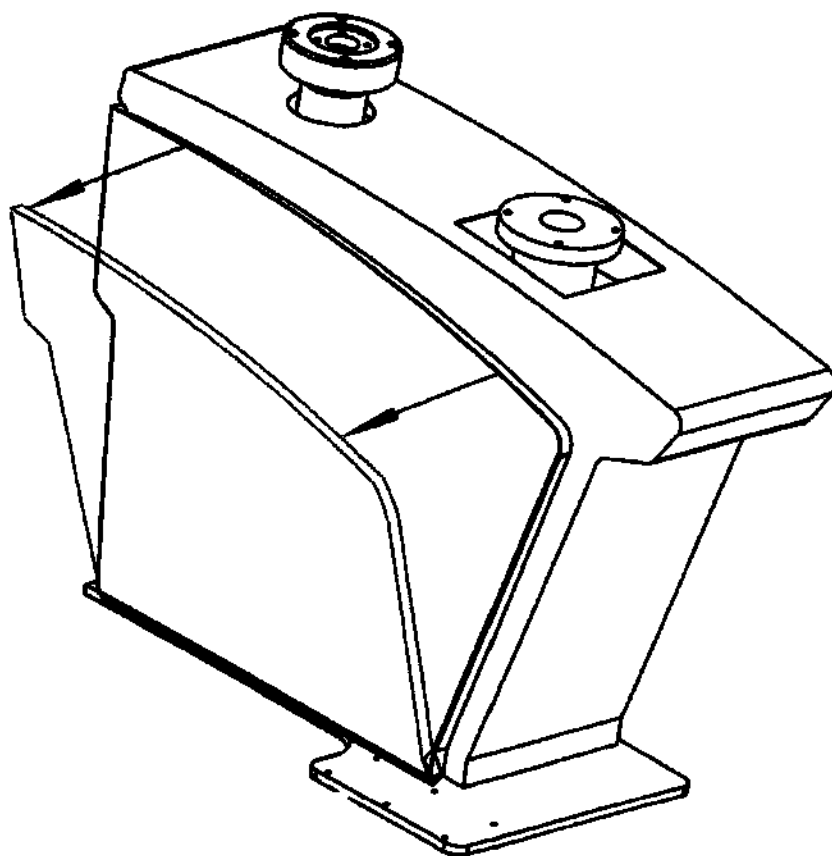

Рисунок 1
- 3) снимите главный двигатель с деревянного поддона. (см. рис. 1)